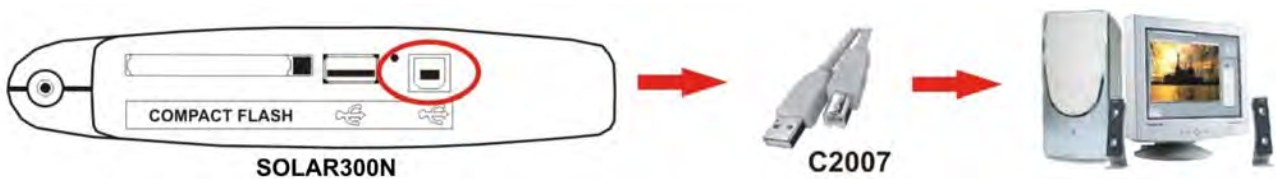

Fig. 157 : Connexion de l'instrument au PC
3. Connecter l'instrument au PC, en utilisant le câble C2007 (USB « A » → USB « B ») comme indiqué ci-dessous à la Fig. 157 :